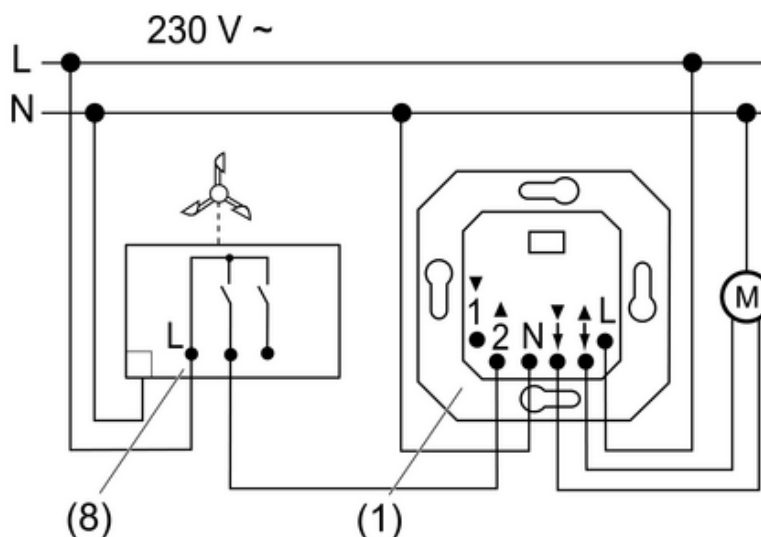

Рисунок 5: Пример подключения датчика ветра
- Подключите датчик ветра (8), как показано на примере (рисунок 5). Сигнал тревоги ветра реализуется через вход 2 подчиненного узла локальной сети.